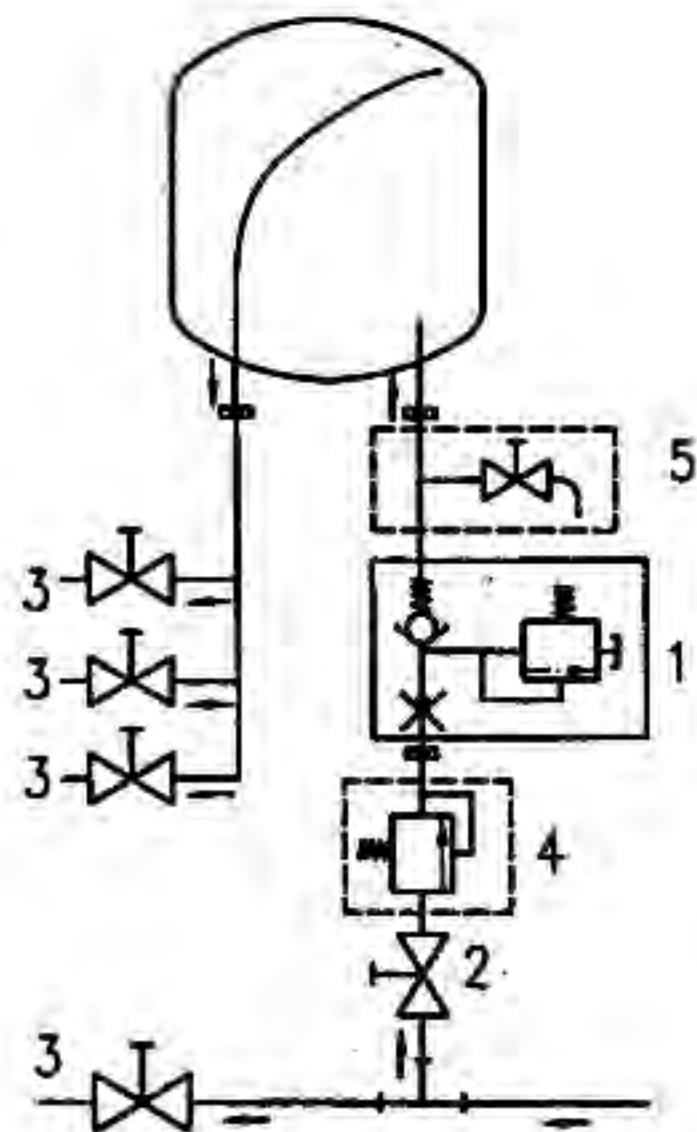

Рис. 3. Схема гидросистемы
- проверить действие предохранительного клапана: повернуть головку клапана /рис.3/ налево, до ощущения перехода, и тогда из отверстия 1 должна потечь вода. После проверки протекания воды вернуть головку клапана в предыдущее положение.